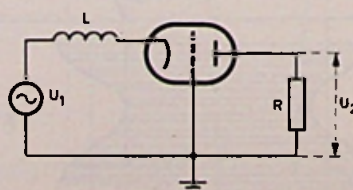

Fig. 12
1. Van de triode uit fig. 12 is de versterkingsfactor 24 en de inwendige weerstand 10 kΩ.